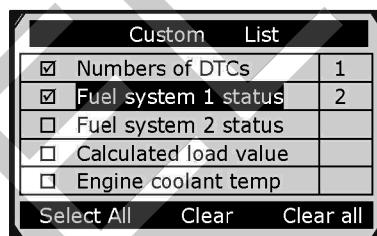

Рисунок 5-14
2) Используйте **кнопки прокрутки вверх/вниз** для перехода вверх или вниз к интересующему элементу списка, после чего нажмите кнопку **Select [Выбрать]**, чтобы подтвердить выбор. Выбранные параметры помечаются галочкой в квадратике слева от названия параметра в списке. См. рисунок 5-14